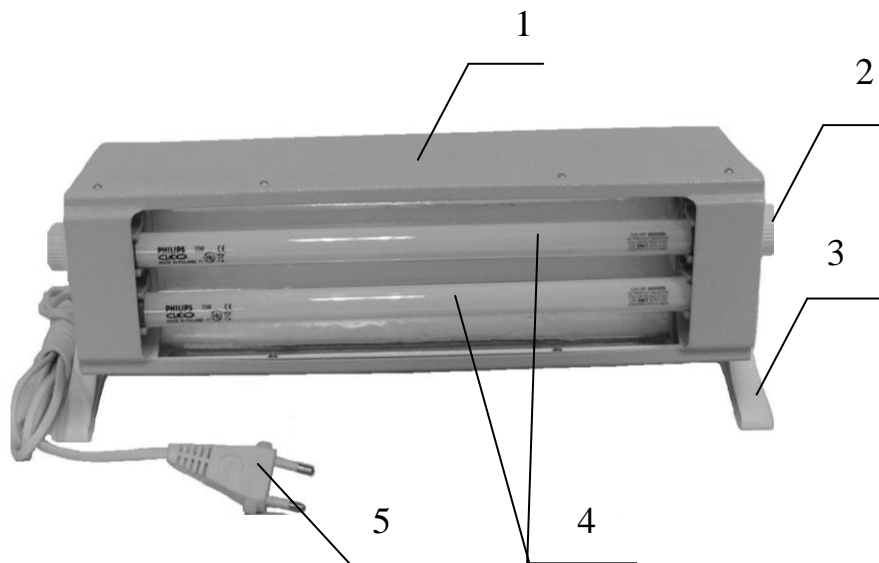

Рисунок 1. Внешний вид облучателя ОУФК-320/400-03 «Солнышко»
5.2. Основными элементами облучателя (рис.1) являются корпус (1), ручки крепления корпуса к подставке (2), подставка (3). Внутри корпуса размещены УФ лампы -2 шт. (4). Питание облучателя осуществляется посредством подключения шнура питания с вилкой (5) сети.
- 7.2 Перед началом работы лампы облучателя рекомендуется осторожно, чтобы не повредить колбы ламп (4), протереть салфеткой, смоченной спиртом (см. рис. 1). Во избежание затекания спирта в электрическую схему, салфетка должна быть отжата.
- 7.3.4 Включите шнур питания (5) облучателя в сеть 220В 50Гц (см. рис. 1). В течение 1 мин. должно произойти загорание лампы.